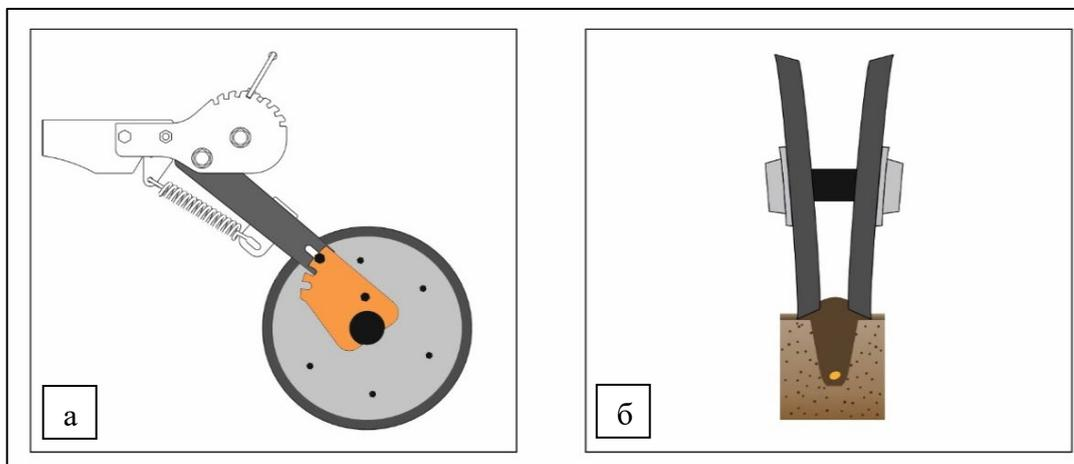

Рисунок 30 – Укрывающие колёса в первом положении (вид в разрезе): а) соединение через паз (1); б) условное изображение формирования борозды
Первое положение – паз (1) кронштейна колёс. В таком положении укрывающие колёса формируют насыпь пожнивных остатков над посевной бороздой, рис. 30.